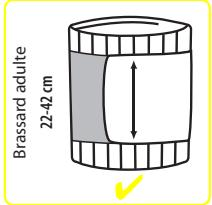

Fig. 5
- Vous pouvez utiliser ce brassard si la pointe des flèches se retrouve au niveau du motif strié, sur l'autre côté du brassard, une fois que vous l'avez serré autour de votre bras (Fig. 5).